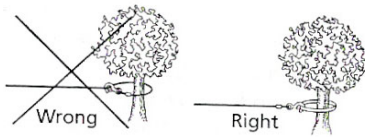

Fig 3.1
**! VORSICHT** Befestigen Sie den Lasthaken nicht wieder zurück zum Seil, da dadurch das Seil beschädigt werden könnte. Wie in Bild 3.1 dargestellt.